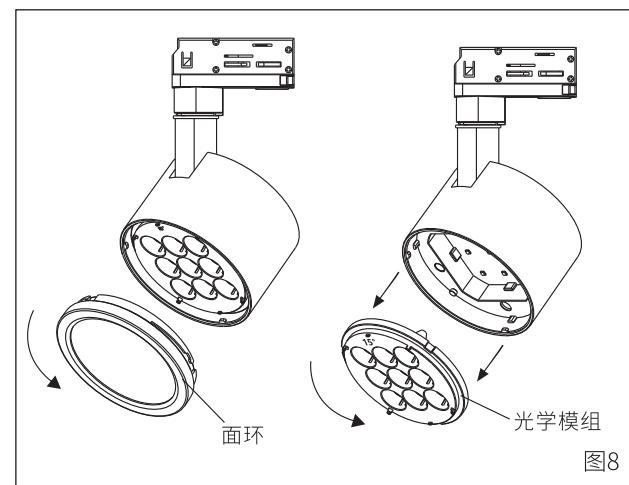

图8
- 1.将灯具面环逆时针取下，再将光学模组从灯体中取下（图8）